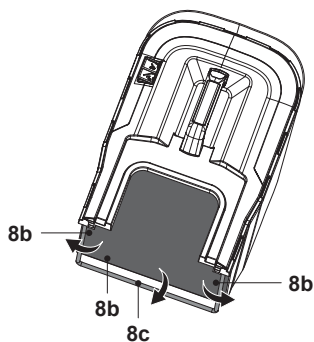

Fig. 5
- Attacher les trois clips en caoutchouc (8b) sur la tige de support (8c) du bac de ramassage (8) (Fig. 5).